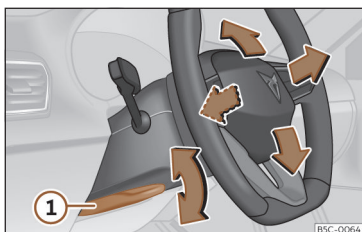

Fig. 97 Alavanca na parte inferior do lado esquerdo da coluna de direção
- Puxe a alavanca >>> **Fig. 97 1** para baixo, mova o volante até à posição desejada e volte a subir a alavanca até ao ponto de fecho.
- Após ajustar a coluna da direção, empurre firmemente a alavanca >>> **Fig. 97 1** para cima para que o volante não mude de posição acidentalmente durante o andamento.